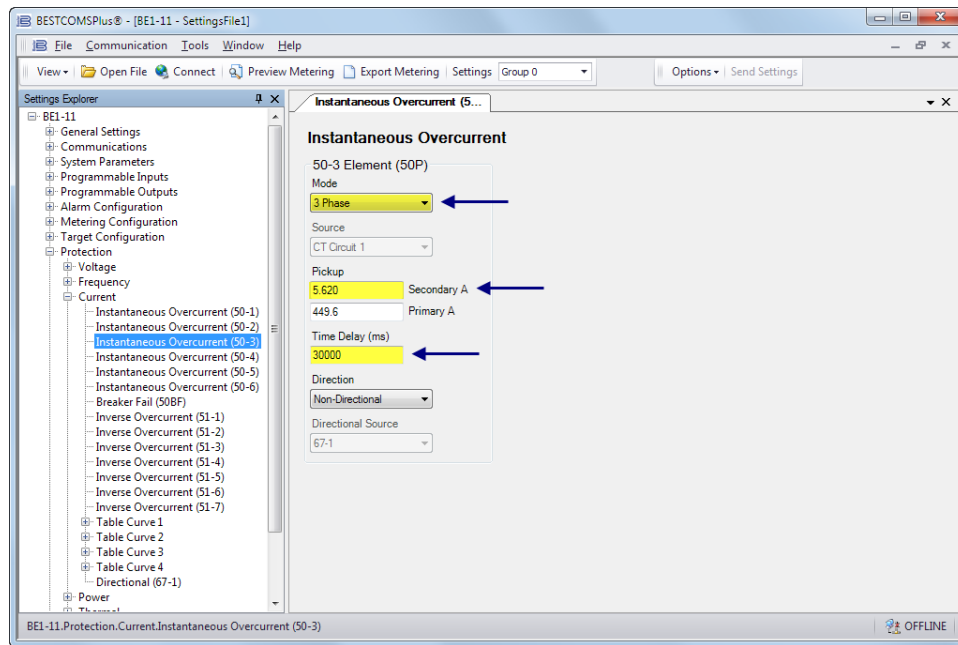

Figura 11. Pantalla de sobrecorriente instantánea (50-3)
Paso 7: En el Explorador de ajustes, expanda Protección, Corriente y seleccione la pantalla Sobrecorriente instantánea (50-3). Consulte la Figura 11.